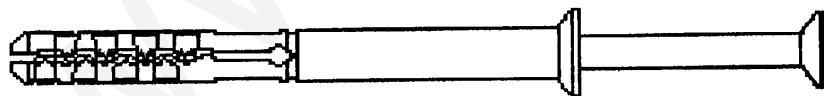

рис.6
- После выравнивания рамы по уровню, переходим к ее креплению в проеме. К бетонному проему крепится рама при помощи дюбель – гвоздя 8x60 рис.6, через анкерные пластины с учетом изгиба пластины по стене, допустимый угол от 90 до 180 (по 1 дюбеля на 1 пластину).